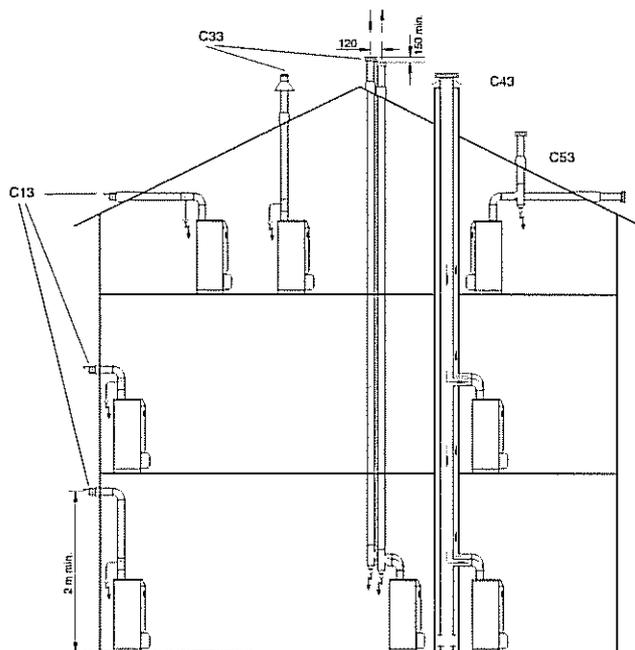

Fig. 1b: Raccordement des modèles SV et MV
2.2.2 RACCORDEMENT ETANCHE (chaudières types: C....) - fig 1b